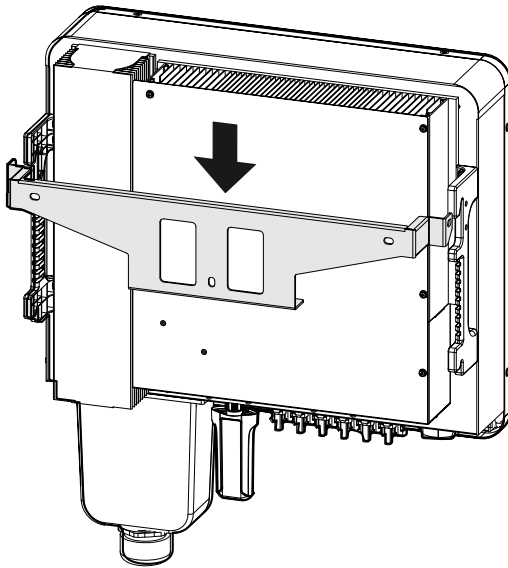

Figura 3-11 Pendure o inversor no suporte de instalação
- Etapa 5 Levante o inversor e pendure-o no suporte de instalação, conforme mostrado na Figura 3-11.